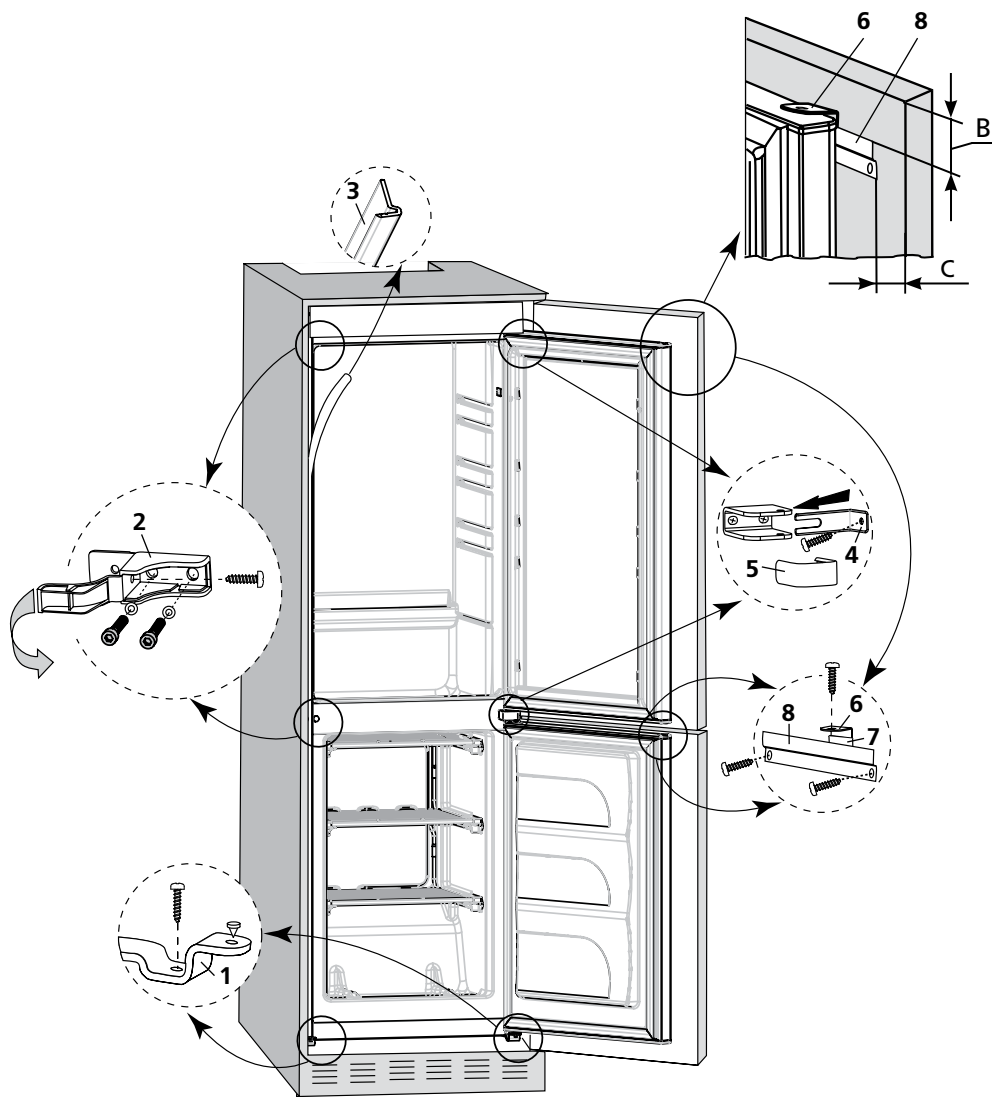
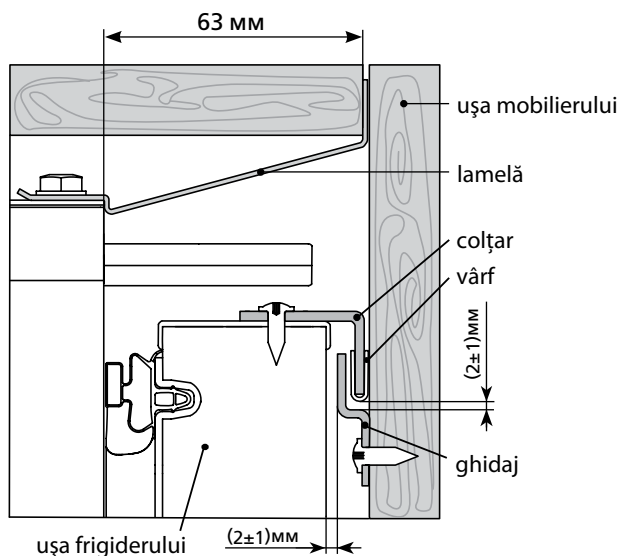

Figura 8 – Schema montării frigiderului
Figura 9 – Schema montării ușilor frigiderului și a mobilierului
3.1.4 Lipiți panoul decorativ 3 în conformitate cu figura 8, înlăturând banda de protecție a stratului lipicios, de pe suprafața laterală a frigiderului din partea de deschidere a ușii. Dacă este necesar, scurtați panoul decorativ după înălțimea mobilei.
3.2.3 Instalați consolele 2, în conformitate cu figura 8, înlăturând anterior capacele decorative din orificiile frigiderului. Fixați consolele cu două șuruburi și șaibe.
ATENȚIE! Distanța de la dulapul frigiderului până la proiectarea lamelei, în conformitate cu figura 9, trebuie să fie respectată de-a lungul înălțimii frigiderului. Pentru a asigura închiderea strânsă a ușii frigiderului distanța dată trebuie să fie de 63 mm.
Pentru montarea frigiderului la peretele lateral al mobilierului (din partea de deschidere a ușii) trebuie să fixați cu un șurub în direcție orizontală fiecare din console 2 în conformitate cu figura 8 și să acoperiți consola cu capacul.
3.2.7 Montați frigiderul la baza mobilierului: strângeți șuruburile în consolele 1, în conformitate cu figura 8.
Pentru a fixa ușa frigiderului la ușa mobilierului, în conformitate cu figura 8 este necesar:
- fixați cu două șuruburi ghidajul 8 pe partea de sus interioară a ușii deschise a mobilierului. Dimensiunea C în conformitate cu figura 8 trebuie să fie egală cu grosimea peretelui mobilierului, plus 20 mm. Dimensiunea B se determină de unirea colțarului 6 cu ghidajul 8 în conformitate cu desenele 8, 9. Deplasând ghidajul pe verticală (slăbind șuruburile de fixare în prealabil), trebuie de asigurat un spațiu de (2 ± 1) mm între ghidaj și vârful colțarului în conformitate cu figura 9 pentru a evita blocarea ușilor la deschidere simultană. Strângeți bine șuruburile de fixare a ghidajului.
3.3.2 Uniți ușa frigiderului și a mobilierului: slăbiți fixarea colțarului, prindeți-l în cursă cu ghidajul. Deplasând colțarul în direcția ușii mobilierului, trebuie să asigurați un spațiu de (2 ± 1) mm între ghidaj și ușa frigiderului, în conformitate cu figura 9, pentru a evita frecarea ghidajului de ușa frigiderului. Strângeți bine șurubul de fixare a colțarului.